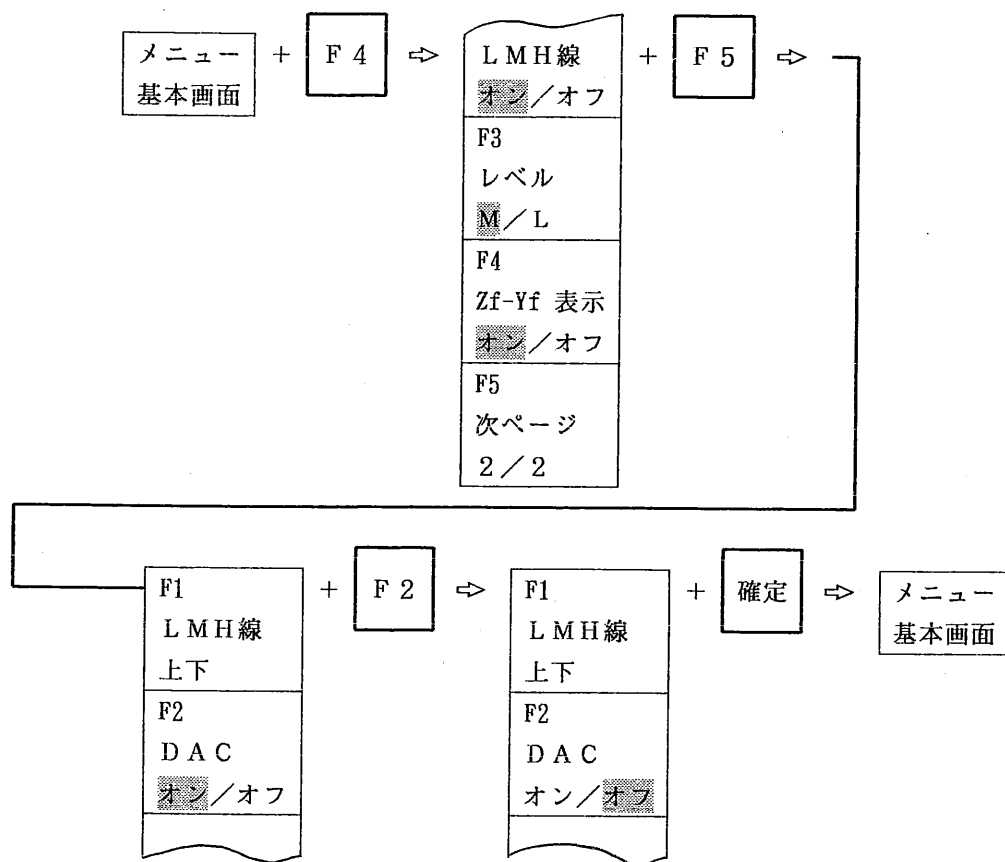

図 9.3.15 DAC オンからオフの手順
- ① 選択キー「F 4」を1回押すと図 9.3.15 の上の選択メニューが表示されます。更に選択キー「F 5」を1回押すと図 9.3.15 の下の選択メニューが表示されます。